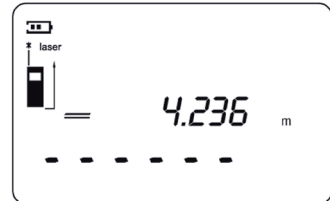

Fig. 6
5. Pour une seconde mesure, appuyez une nouvelle fois sur la touche «Read» pour allumer le laser; le premier résultat de mesure s'affiche alors dans la ligne supérieure de l'écran (Fig. 6).